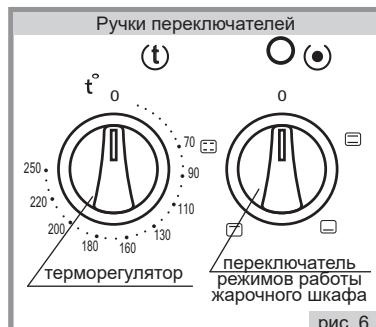

рис. 6
- Ручкой переключателя режимов (рис.6) установить нужный Вам режим работы жарочного шкафа, повернув ручку в любую сторону и установив ее на нужный значок. При этом над ручкой загорается красная сигнальная лампочка, что означает готовность жарочного шкафа к работе, но нагреватели при этом не включаются.